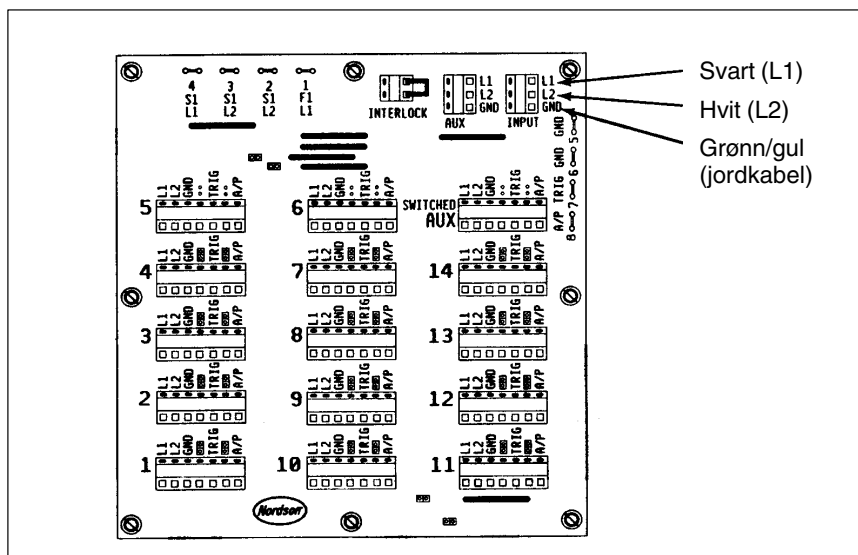

Fig. 3-4 Plassering av rekkeklemmene på fordelerkortet
2. Koble de strippede endene av lederne til inngangsrekkeklemmen. (Se fig. 3-4).